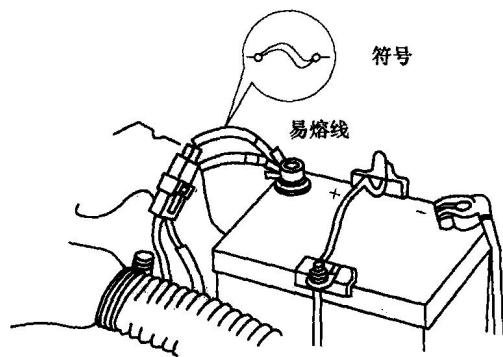

图 1-4 易熔线实物与连接位置
(2) 易熔线 易熔线是一种大容量的熔断器，用于保护电源电路和大电流电路，如图 1-4 所示。